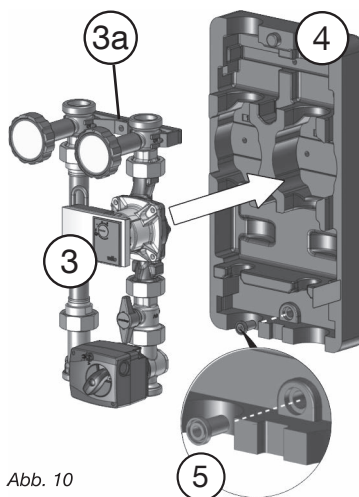

Abb. 10
6. Distanzstück (5, mitgeliefert) in untere Bohrung der Unterschale (4) einsetzen (Abbildung 10).
7. Armaturengruppe (3) in Unterschale (4) einsetzen.
8. Station (Armaturengruppe mit Unterschale) mit mitgelieferten Sechskant-Schrauben (SW 12) an der Wand befestigen. Fixiert wird die Station oben mit der integrierten Wandhalterung (3a) und unten über das in die Unterschale eingesetzte Distanzstück (5).
9. Einlegeblock (2) einsetzen.